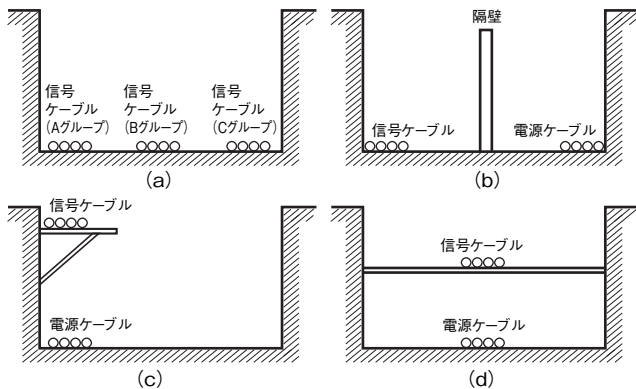

図9. 信号ケーブルと電源ケーブルの隔離方法
- ①性質の異なる信号ケーブルを同一ダクト内に入れる場合は必ず隔離する。
- ②複数の電源線を同一ダクトに収容することは極力避ける。止むを得ず収容する時はダクト内に隔壁を設け、この隔壁を接地する。(図9. 参照)